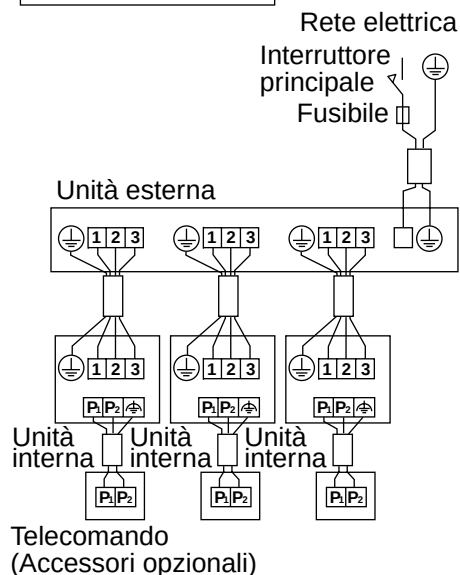

Fig. 26
- **Sistema multiplo:** da 1 a 4 unità interne, collegate a 1 unità esterna. L'unità interna è comandata dal telecomando collegato singolarmente ad essa. (Fare riferimento alla Fig. 26)